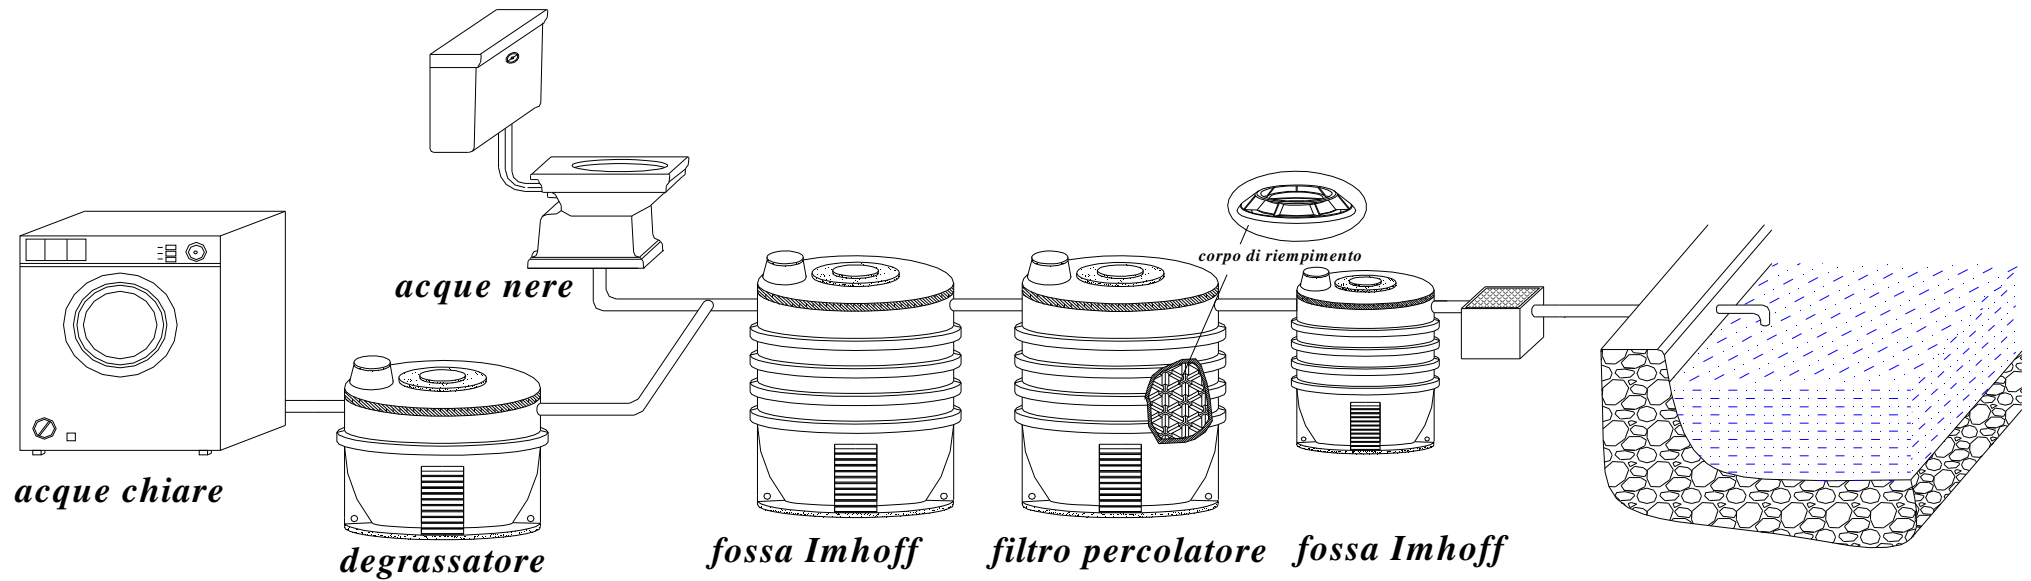

Fig.1 – Esempio tipico d'installazione
- Installare la fossa come indicato dallo schema d'installazione allegato (Fig.1) seguendo le modalità di interro (<https://www.zeta-plast.com/download/modalita-di-interro>)